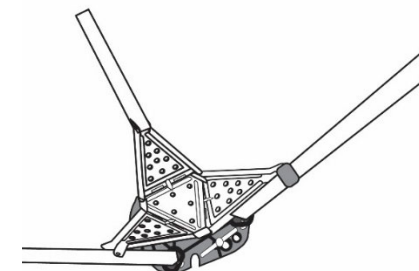

Рис. 9
6. Установите заднюю опору, продев её через подвижную каретку (6). Болт (7) на подвижной каретке необходимо предварительно ослабить.
7. Перед установкой опор (3) с подстолем (2) в основание (1) необходимо вынуть болтовые соединения (10, 11, 12, 13) из основания. Обратите внимание на положение опор – одна задняя, с подвижной кареткой, и две боковые опоры. (Рис. 9)